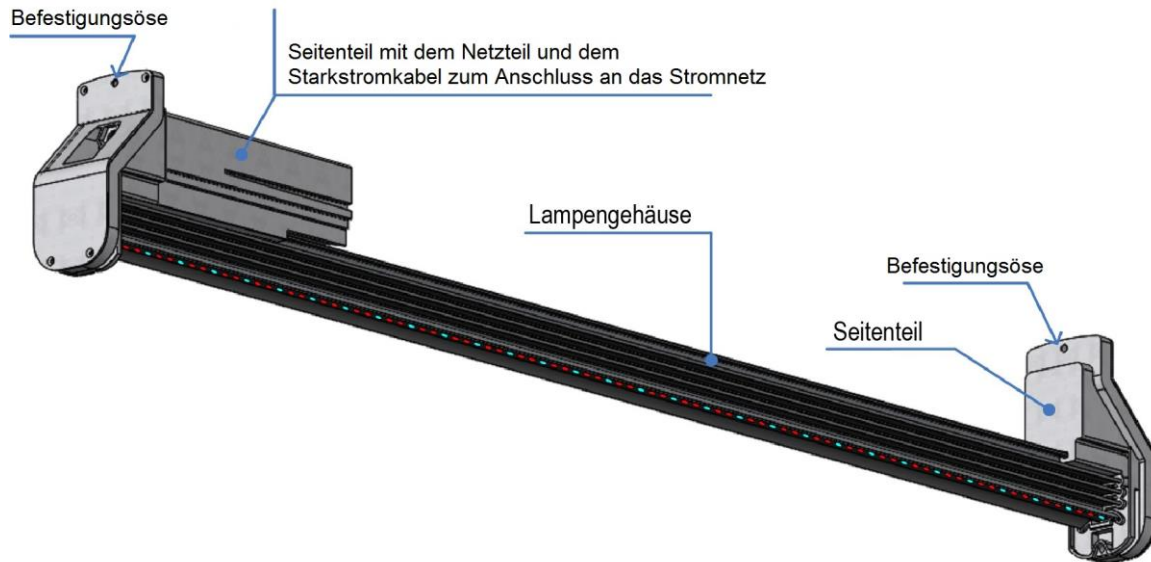

Abbildung 4. Konstruktion der Lampe BestLED-II 100 W
3.4. Auf beiden Seiten wird die Lampe mit **Kunststoffseitenwänden** verschlossen. Eine der Seitenwände (Abbildung 4. links) hat eine Verlängerung, in der sich die Stromversorgung der LED-Lampen befindet. An der gleichen Seitenwand befindet sich das **Netzkabel** der Lampe für den Anschluss an ein Wechselstromnetz mit einer Spannung von 220V (s. Abb. 4).
Zur Aufhängung der Lampe haben die Kunststoffdeckel an den Stirnseiten des Lampengehäuses BestLED-II 100 W im oberen Teil mehrere Öffnungen. (Abb. 4).